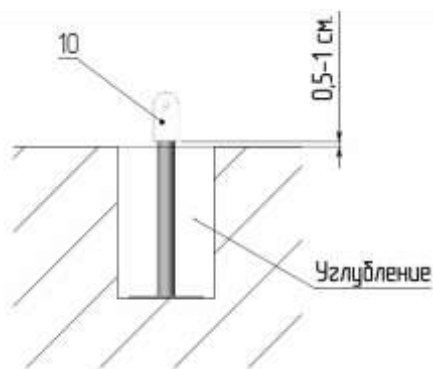

Рис.3
6.5.1. На отмеченных участках необходимо вырыть ямки  $200\times 200$  глубиной 300 мм. для установки опор поз.10. глубина ям должна быть такой, чтобы при установке в них опор поз.10 были соблюдены условия приведенные на рис.3.